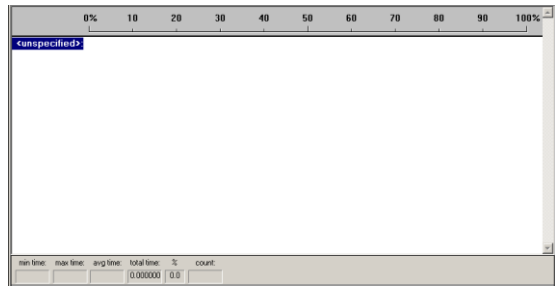

图 22-1 性能分析器窗口
- (1) 选择“Debug”→“Start/Stop Debug Session”命令，进入程序仿真调试环境。
- (2) 选择“View”→“Performance Analyzer Window”命令，打开性能分析器窗口，如图 22-1 所示。